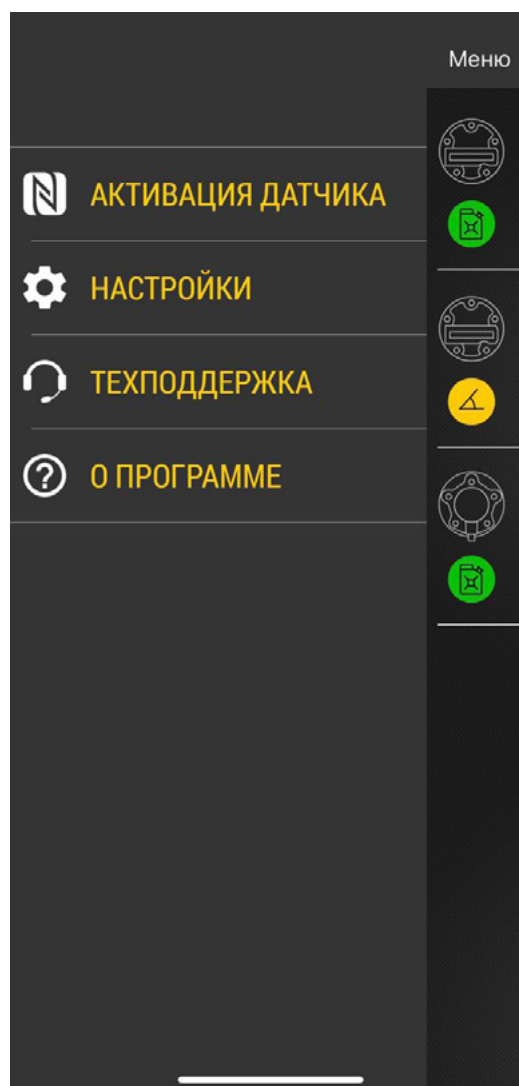

Рис.6. Активация датчика.
- Далее выберите «Активация датчика» (**Рис.6**).